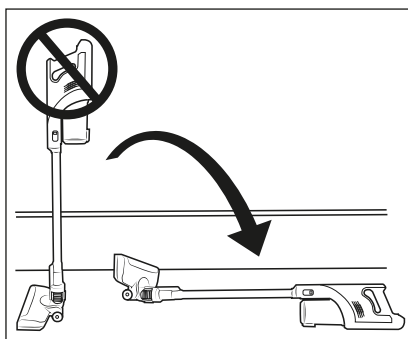

Afb. 8
- De stofzuiger kan ook direct via de netvoedingsadapter **10** worden opgeladen. Haal daarvoor de gelijkstroomstekker **11** door een lichte draaiing uit de wandhouder **18** en steek hem in de oplaadaansluiting **3** op het apparaat (zie afb. 8).